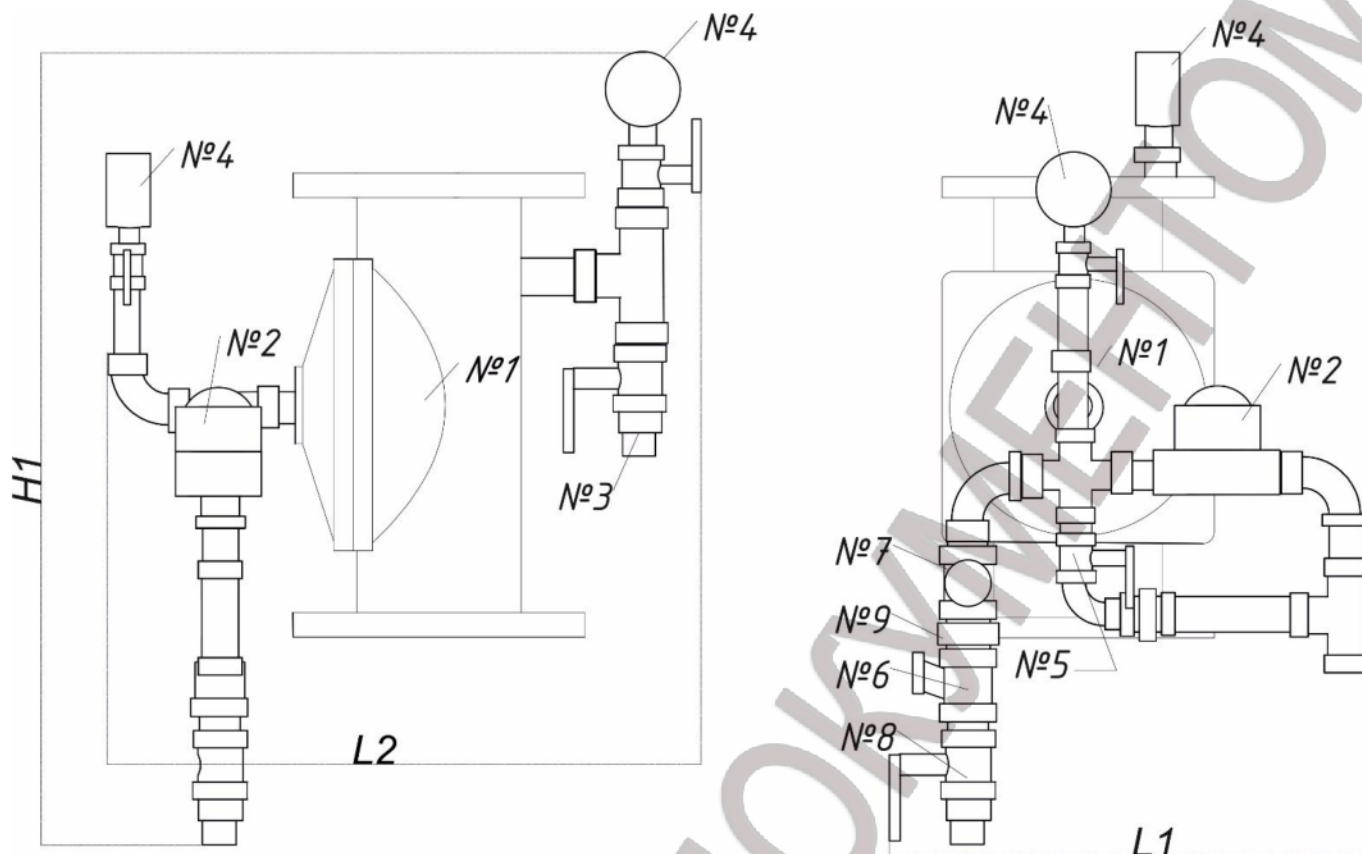

Рис. 1
2.3. Схема ККП, габаритные размеры и масса указаны на Рис. 1 и в табл.2.